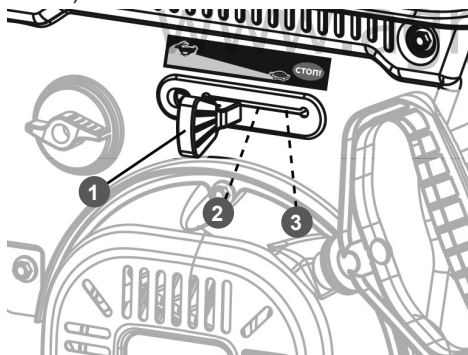

Рис. 37 Положения рычага газа
4. Переведите рычаг газа сначала в крайнее левое положение, затем в крайнее правое, после чего установите рычаг в среднее положение (Рис. 37).
рычаг газа в положение 2 (Рис. 37).
(крайнее правое) (Рис. 37).